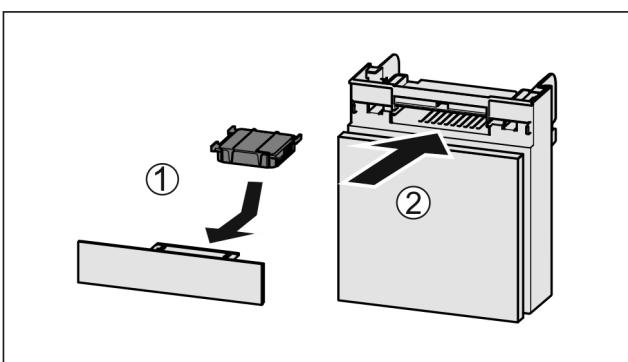

Fig. 72
- Aktivkohlefilter nach Abbildung einsetzen Fig. 72 (1).
► Fach einschieben Fig. 72 (2).